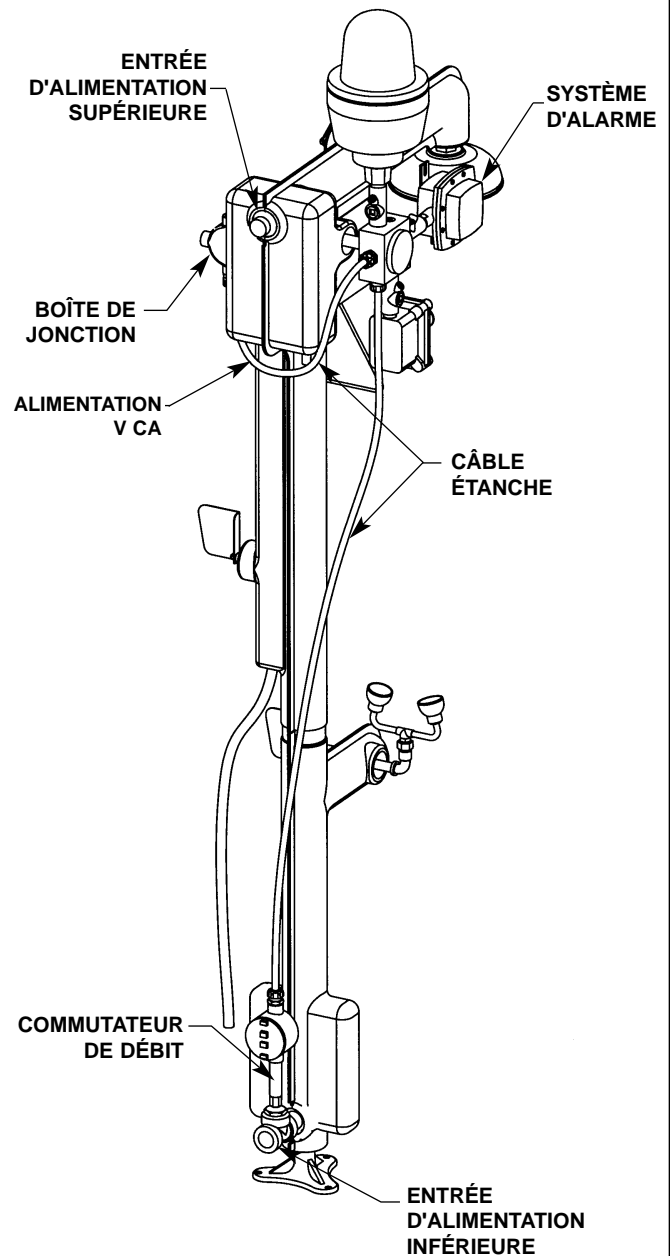
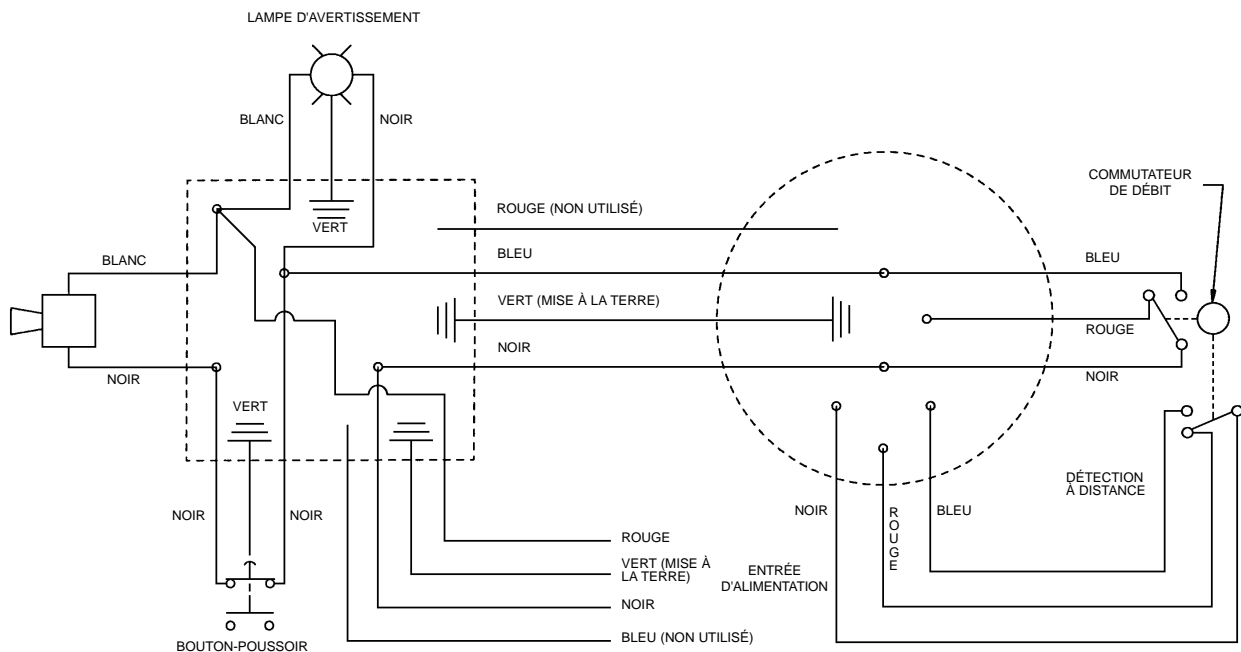

Figure 1
Figure 2
*NOTE :* Puisque le commutateur de débit sera installé sur l'alarme avec un câble étanche de 2,1 m (7 pi), l'installateur doit garder en mémoire l'emplacement d'installation de l'alarme, lors du choix de l'emplacement du commutateur de débit (voir Figure 1).
1. Posez l'interrupteur sur une portion horizontale de la conduite d'eau. Les orifices d'entrée et de sortie de l'interrupteur doivent se trouver à 15 cm (6 po) minimum de tout coude ou té dans la conduite d'eau (voir Figure 1).
- L'alarme peut être installée directement sur la tuyauterie de la douche d'urgence, en utilisant la quincaillerie d'installation fournie (voir Figure 1 en page 10).
1. Raccorder le commutateur de débit à l'alarme, en installant un connecteur de raccord au bout du câble étanche de 2,1 m (7 pi) ainsi que dans la boîte de jonction du commutateur de débit (voir Figure 1 en page 10, et Figure 2 ici-bas).